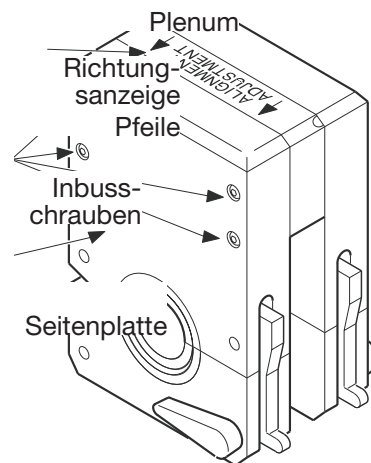

Abbildung 17 Lockern der Seitenplatte
5. Schließen und verriegeln Sie die nicht justierbare Seitenplatte. Siehe Abbildung 17.